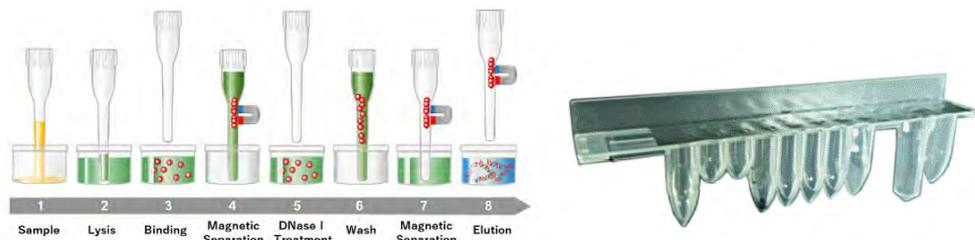

Figura 1-7. ELITE InGenius SP RNA. Cartucho de extracción y principio de extracción
- El juego de reactivos está optimizado para el aislamiento de ácidos nucleicos a partir de muestras de 0,2 mL (consulte la figura 1-7: ELITE InGenius SP RNA. Cartucho de extracción y principio de extracción).